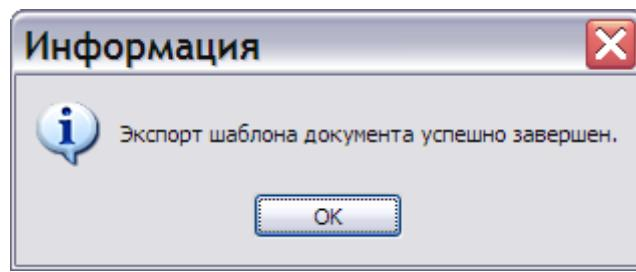

Рис. 3.9
3. Нажмите на кнопку **OK**. После этого программа произведет экспорт шаблона в указанную папку. В случае успешного экспорта появится сообщение об этом (Рис. 3.9).